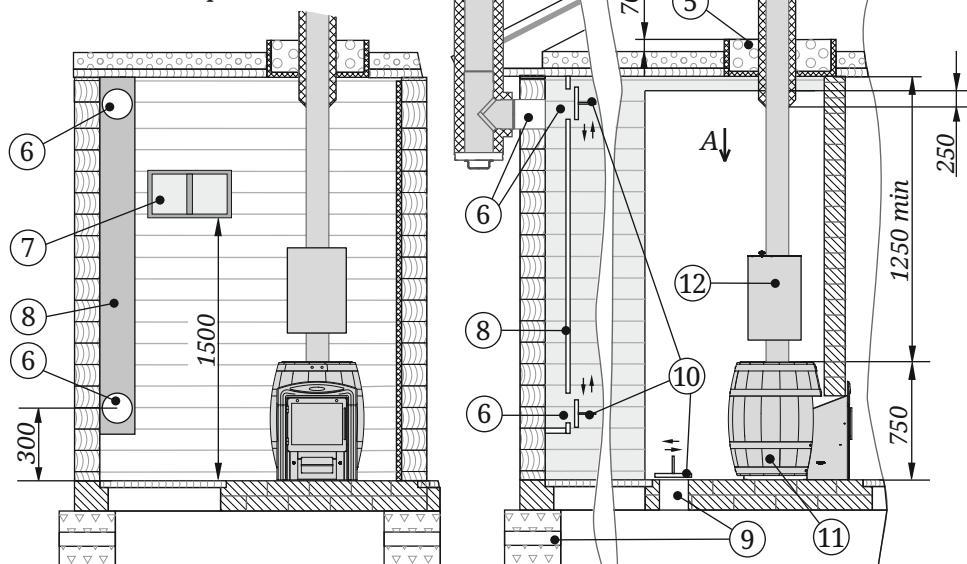

Рисунок 5. Схема монтажа печи
- пол из горючих и трудногорючих материалов перед дверцей топки застелить металлическим листом размером 700×500 мм (рисунок 5).